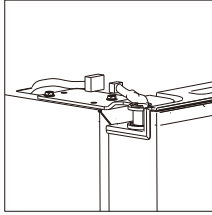

Рисунок 24
2. Отсоедините жгут (рис. 24).